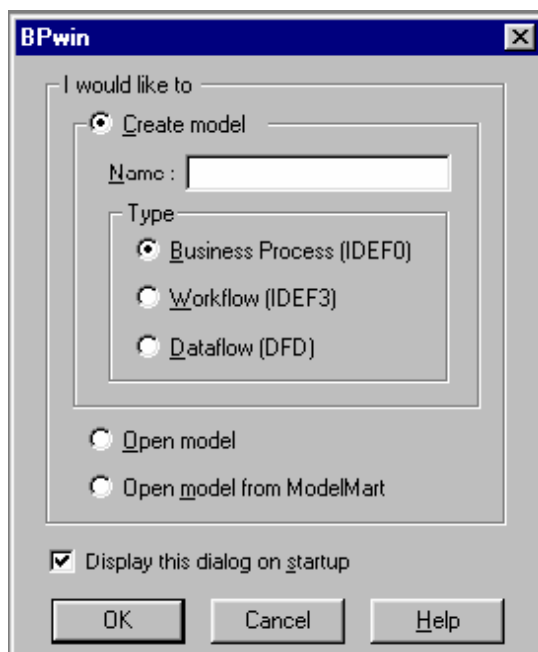

Рис. 10.2. Діалогове меню
При створенні нової моделі (меню *File / New*) виводиться діалогове вікно, у якому програма пропонує ввести найменування моделі, нотацію для відображення контекстної діаграми, а також пропонує відкрити існуючу модель із диска або репозитарія *ModelMart* (рис. 10.2). Система *ModelMart* сховище моделей, до якого відкритий доступ для учасників проекту створення інформаційної системи.
3. Створити нову модель меню **File / New**. В діалоговому вікні, що з'явиться (рис. 10.2) ввести ім'я моделі «Діяльність компанії» і обрати **Type – IDEF0**.